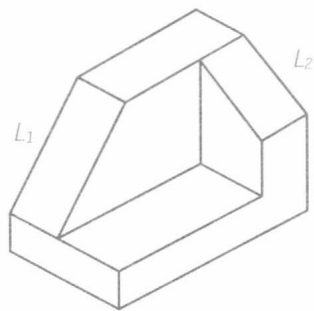

图 2-1 组合体
(1) 根据如图 2-1 所示立体图模型, 按 1:3 比例在 A4 图纸上画出组合体的三视图, 并标注尺寸。